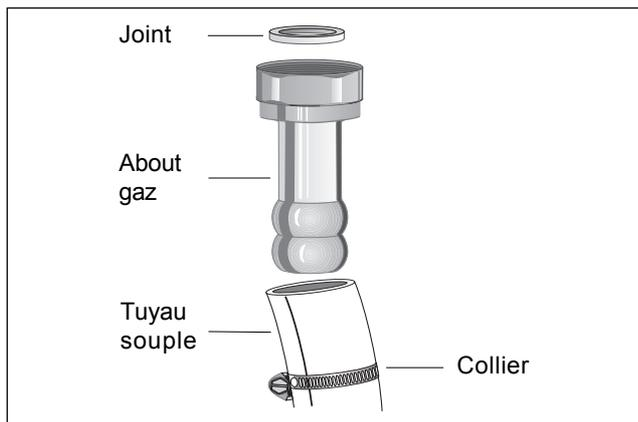

Fig. 17
- Un tuyau flexible (à embouts mécaniques) longueur maxi 1,50 m (Fig. 17).